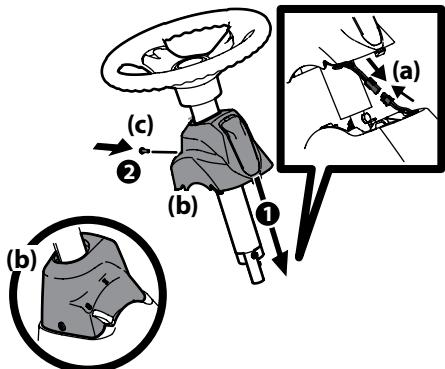

Figura 2-3
- Extraiga el tornillo de montaje de la tapa del pedestal instalado en fábrica y ubicado en la consola de dirección del montable. Guarde el tornillo para uso posterior. Consulte la Figura 2-3
- Conecte los terminales del cable del faro (a). Deslice la tapa del pedestal (a) sobre el (montable) y rótelas ligeramente a la derecha para calzarla en su lugar. Sujete la tapa del pedestal (b) con el tornillo (c) que extrajo antes. Consulte la Figura 2-3.